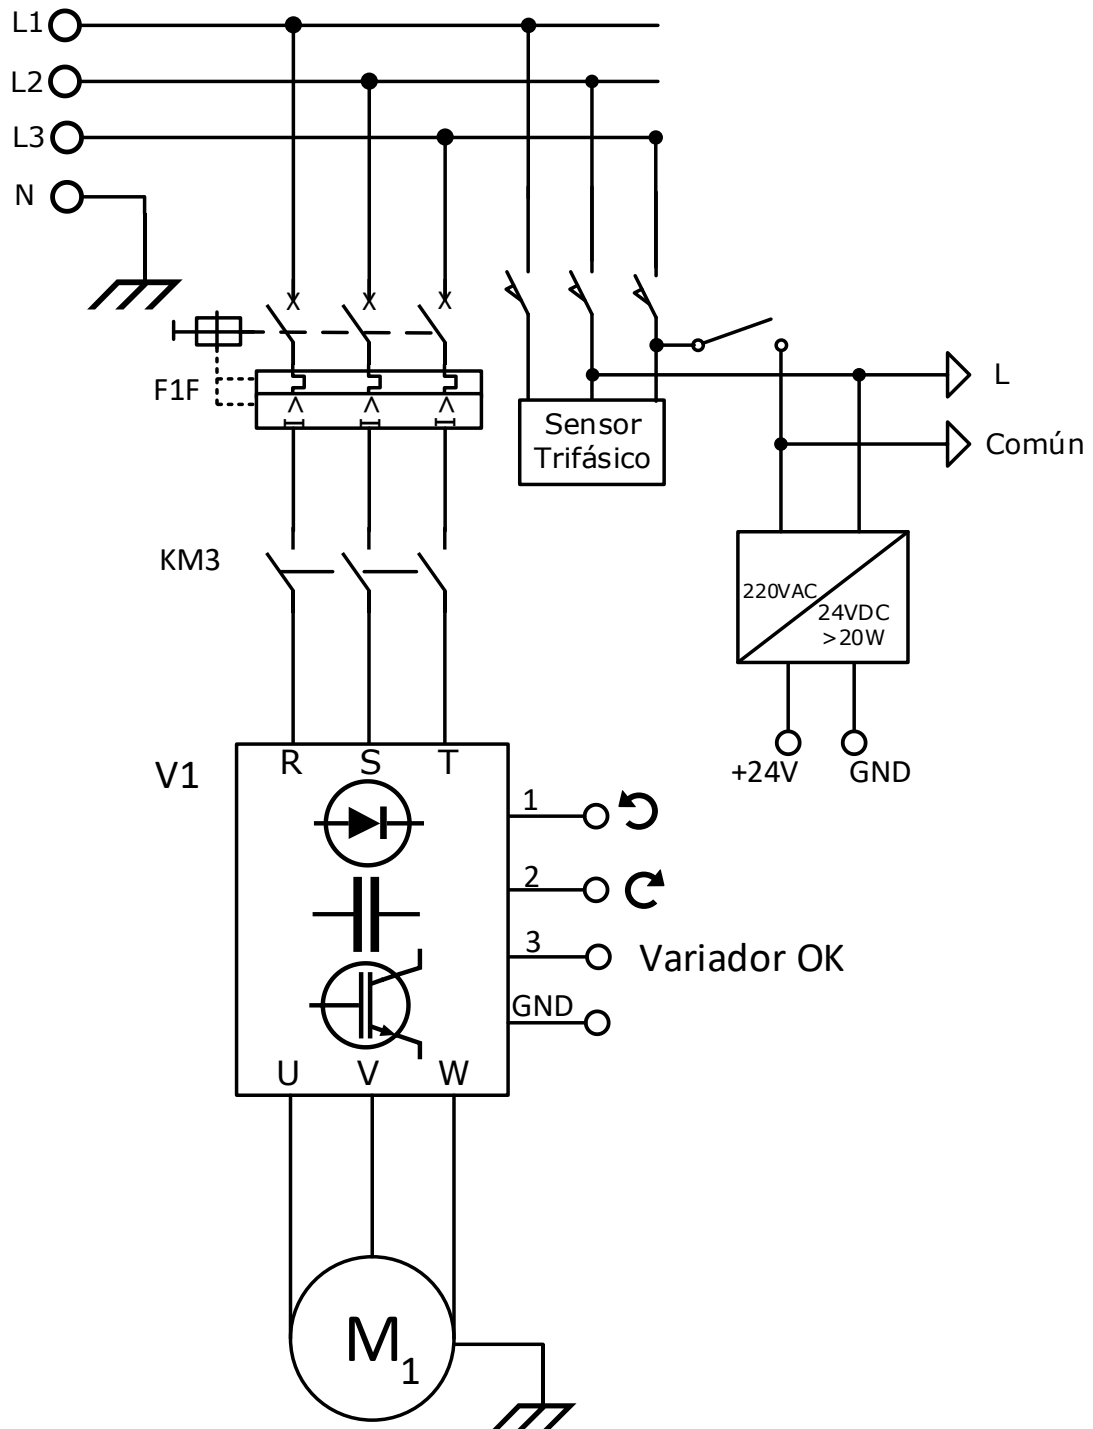

Figura.4 Circuito de potencia
En la Figura.4 y 5, se observa el esquema eléctrico de giro en ambos sentidos de un motor trifásico; controlado mediante Fermuino-CP04a y un variador de frecuencia (V1), con la ayuda del contactor (3) se puede comprobar que el variador está listo para funcionar.